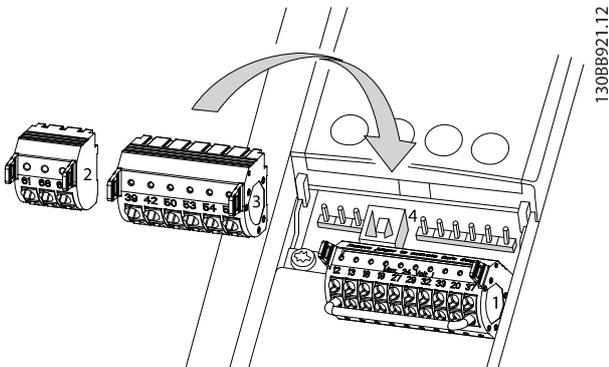
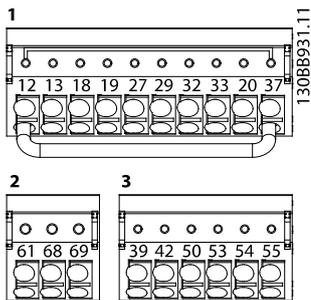

Ilustración 4.8 Ubicación de los terminales de control
Ilustración 4.9 Números de los terminales
- Cuando el convertidor de frecuencia esté conectado a un termistor, asegúrese de que el cableado de control del termistor está apantallado y reforzado o doblemente aislado. Se recomienda un suministro externo de 24 V CC. Consulte *Ilustración 4.8*.
Ilustración 4.8 y *Ilustración 4.9* muestran los conectores extraíbles del convertidor de frecuencia. Las funciones de los terminales y los ajustes predeterminados están resumidos en la *Tabla 4.2*.